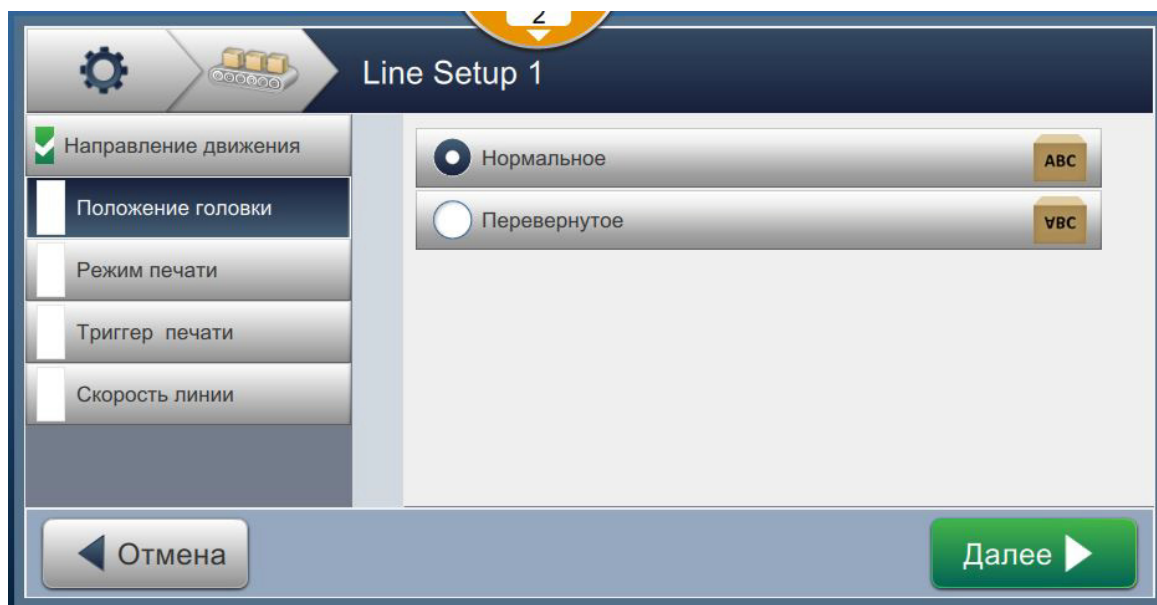

Рис. 6-28: Наладка линии – ориентация печатающей головки
1. Выберите ориентацию печатающей головки, как показано на Рис. 6-28.